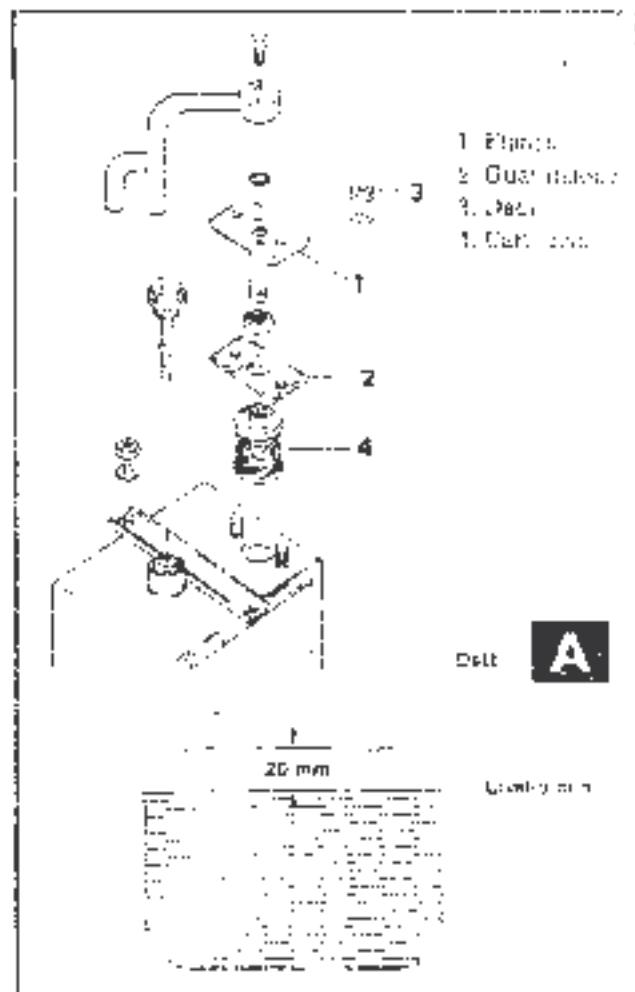

Figura 26 - Costituzione filtro impianto idraulico
1. Controllare il livello dell'olio nel serbatoio con i maniglie di rilasciamento attivati e regolando sterzo e cambio parzialmente serrati. L'olio deve trovarsi a circa 20 mm dal bordo del recipiente (vedere Delt. A della figura 26).